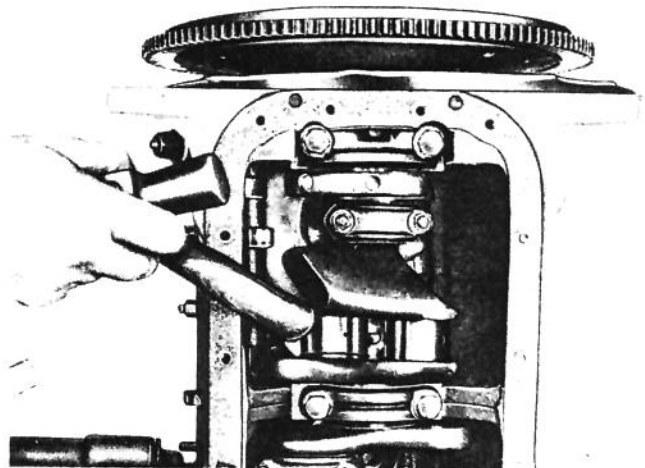

Fig. 15
- bielas c/êmbolos (pistões) (veja Fig. 15)